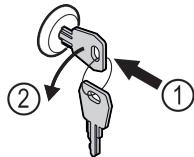

Fig. 185
- 按入钥匙。Fig. 185 (1)
- 将钥匙逆时针转动 90°。Fig. 185 (2)